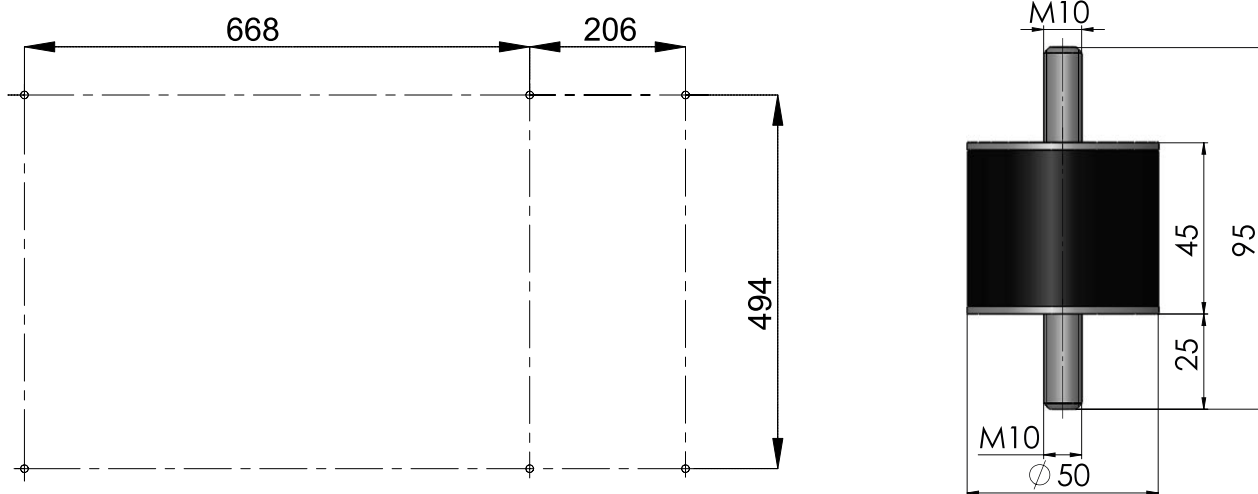

Fig. 13: Points d'ancrage de l'unité extérieure et dimensions de l'amortisseur de vibrations
Si le socle de l'unité extérieure n'est pas utilisé, l'unité extérieure peut être placée sur un bloc de béton de dimensions minimales 1200×830 mm et d'une hauteur minimale de 200 mm pour faciliter l'accès pendant l'installation et le passage des tubes. L'unité extérieure est fixée au bloc de béton à l'aide d'ancres M10 et de rondelles caoutchouc antivibration. Emplacement des ancres selon la Fig. 13.
Lors de la pose de l'unité extérieure sur le toit, il est nécessaire de préparer une structure qui servira à fixer l'unité extérieure. La capacité portante de la structure doit tenir compte du poids de l'unité extérieure et de l'effet du vent. La hauteur de la structure est d'au moins 200 mm au-dessus de la surface du toit, la surface supérieure avec les points d'ancrage est horizontale. L'emplacement des points d'ancrage pour la fixation de l'unité extérieure est indiqué sur la figure 13, des amortisseurs de vibrations peuvent être commandés comme accessoires de l'unité extérieure.
- Si l'unité extérieure est située à plus de 20 m de hauteur par rapport à l'unité intérieure, il est recommandé d'inclure un coude dans la conduite de gaz réfrigérant, comme le montre la *figure 13*, afin d'améliorer le retour de l'huile vers le compresseur.